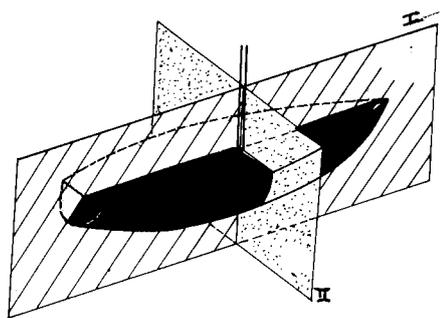

Fig. 1
- A un plan vertical longitudinal de symétrie (I) ;
- A un plan vertical transversal (II) passant par l'axe du mât (fig. 1) ;